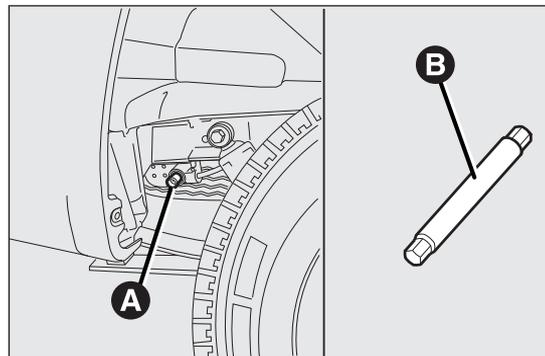
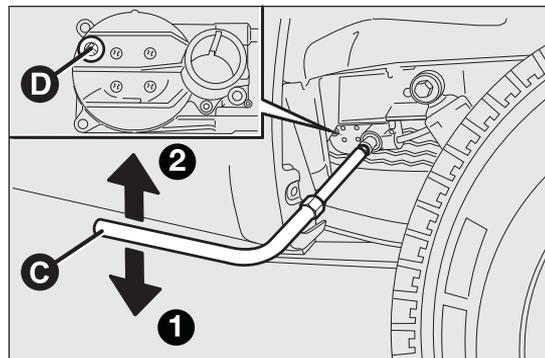

Abb. 171
Abb. 172
- für alle Versionen: vom hinteren Radkasten rechts aus die Schraube Abb. 171 der Ersatzrad-Haltevorrichtung mit dem mitgelieferten Schlüssel mit der entsprechenden Verlängerung B lösen;
- den Radschlüssel C Abb. 172 gegen den Uhrzeigersinn 1 drehen, um das Ersatzrad abzusenken;
- den mitgelieferten Schlüssel C Abb. 172 mit der entsprechenden Verlängerung B Abb. 171 auf die Schraube A Abb. 171 der Betätigungsvorrichtung des Ersatzradsitzes setzen und gegen den Uhrzeigersinn
2 drehen, damit das Ersatzrad angehoben wird, bis es komplett in seinem Sitz unter dem Laderaumboden liegt. Im Schaufenster auf der Vorrichtung prüfen, ob die Kerbe für die erfolge Einrastung D Abb. 172 angezeigt wird.
- den mitgelieferten Schlüssel C Abb. 172 mit der entsprechenden Verlängerung B Abb. 171 auf die Schraube A Abb. 171 der Betätigungsvorrichtung des Ersatzradsitzes setzen und gegen den Uhrzeigersinn 2 drehen, damit das Ersatzrad angehoben wird, bis es komplett in seinem Sitz unter dem Laderaumboden liegt. Im Schaufenster auf der Vorrichtung prüfen, ob die Kerbe für die erfolge Einrastung D Abb. 172 angezeigt wird.